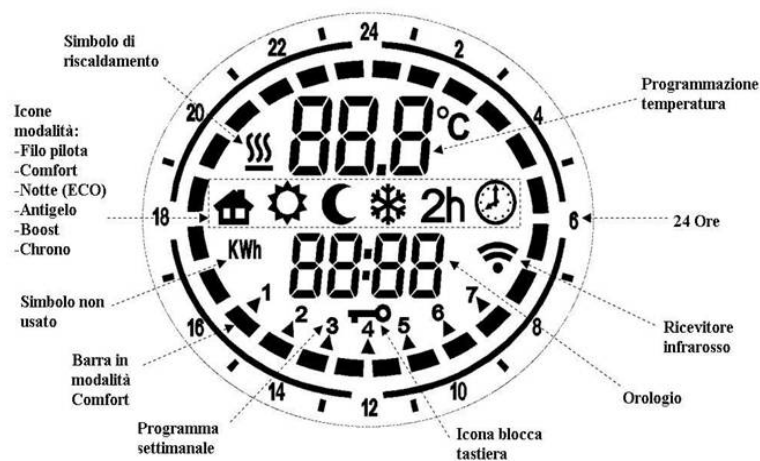

Fig.3
Der Pfeil, der den aktuellen Tag (Abb.3) anzeigt, blinkt: zum Einstellen des richtigen aktuellen Tages die Knöpfe [+] und [-] (Abb.1) drücken. Zum Bestätigen erneut den Knopf [Prog] (Abb.1) drücken. Jetzt ist auf dem Display die aktuelle Zeit zu sehen.
Jetzt kann man die Betriebszeiten für jeden einzelnen Wochentag einstellen (Abb.3). Man beginnt mit den Knöpfen [+] und [-] (Abb.1) die gewünschte Sequenz für den ersten Tag einzustellen, für jede Stunde wählt man zwischen der 'Komforttemperatur' (volle Leiste) und der 'Nachttemperatur' (leere Leiste). Als Bezugspunkt siehe nachfolgende Abbildung.
Zum Vermeiden ungewollter Änderungen durch spielende Kinder kann man die Tastatur sperren. Für die Tastensperre etwa 3 Sekunden lang gleichzeitig die Knöpfe [+] und [Prog] (Abb.1) drücken. Auf dem Display wird das Symbol der Tastensperre gezeigt (Abb.3). Um die Tastatur wieder zu aktivieren, erneut für 3 Sekunden die gleichen Knöpfe drücken, das Symbol der Tastensperre auf dem Display wird gelöscht (Abb.3).
- pulse el botón [Prog] (fig.1) cerca del icono de la modalidad Confort que se muestra en la pantalla (fig.3)
- pulse el botón [Prog] (fig.1) cerca del icono de la modalidad Noche que se muestra en la pantalla (fig.3)
- pulse el botón [Prog] (fig.1) cerca del icono Antihielo que se muestra en la pantalla (fig.3).
La flecha que indica el día corriente (fig.3) parpadea: pulse los botones [+] y [-] (fig.1) para configurar el día corriente correcto. Seguidamente pulse de nuevo el botón [Prog] (fig.1) para confirmar.
Ahora la secuencia de horario se puede programar para cada día de la semana (fig.3). Se comienza con el primer día, seleccionando la secuencia requerida mediante los botones [+] y [-] (fig.1) para elegir, para cada hora, entre la 'temperatura de Confort' (barra llena) y la 'temperatura Noche' (barra vacía). Véase la figura siguiente como referencia.
En la pantalla se muestra el icono de bloqueo de la botonera (fig.3).
Para desbloquear la botonera, pulse simultáneamente los mismos botones por otros 3 segundos, el icono de bloqueo de la botonera desaparecerá de la pantalla (fig.3).